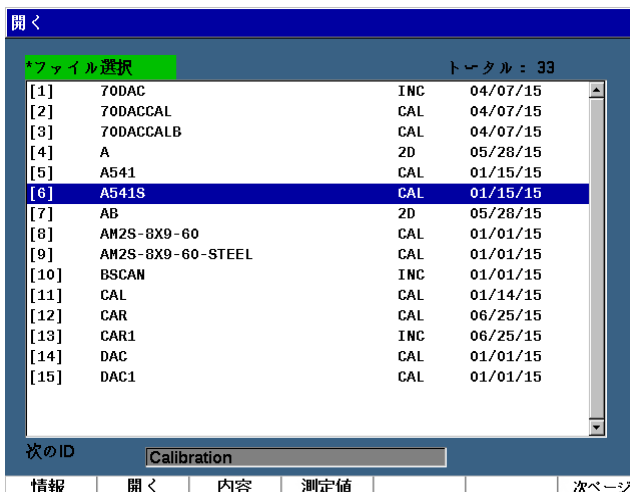

図 10-6 開くページ
1. **ファイル > 開く** を選択します (200 ページの図 10-6 参照)。